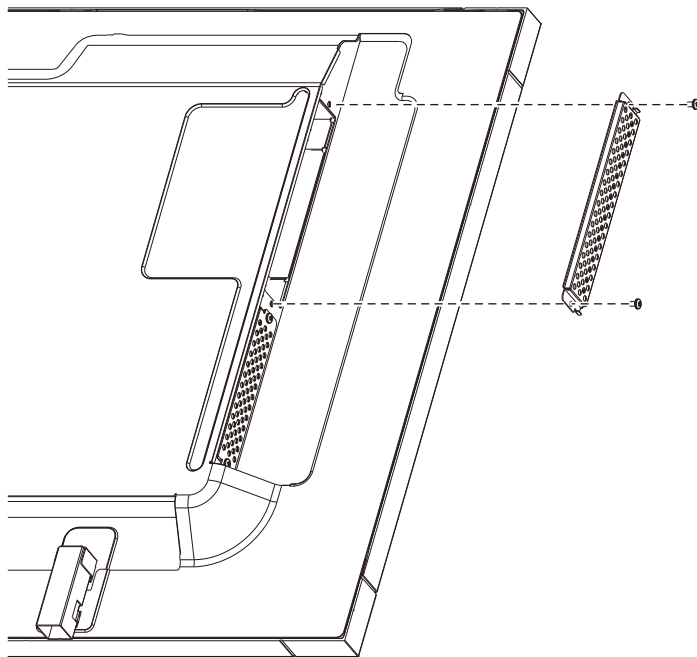

図1
3. オプションボード用スロットのネジを外し(図1)、オプションボード用スロットカバーを取り外します。